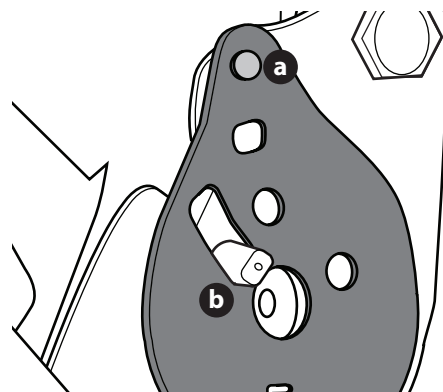

Fig. 12
6. Incline el asiento hacia adelante hasta la posición totalmente delantera. Vuelva a colocar la placa reclinable con el perno de remache (a) y el pasador de la placa reclinable (b) que pasa por la placa reclinable en los lugares que se muestran en la Fig. 12.